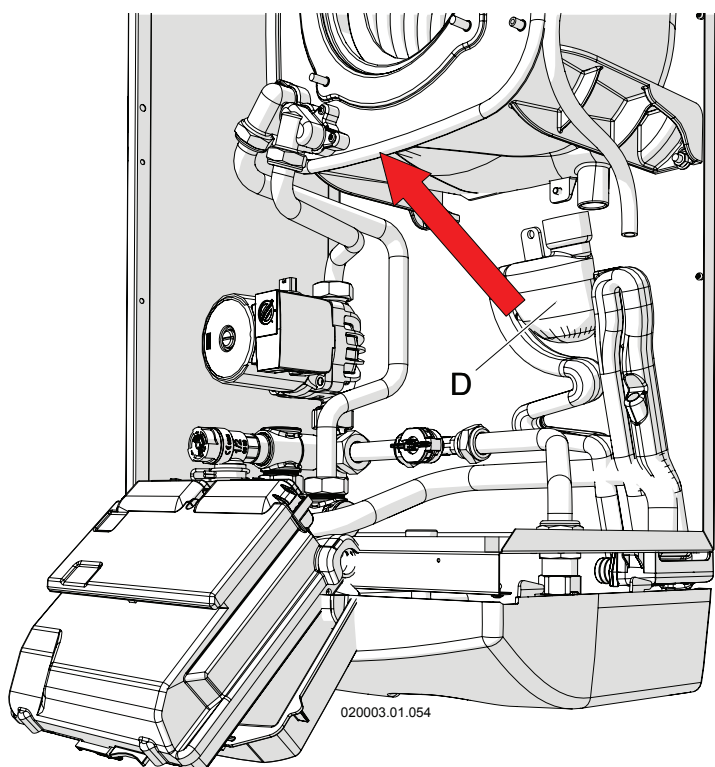

Figure 8-7 - Démontage du siphon de collecte de la condensation
- 1.- Lorsque l'appareil est allumé, ouvrir un robinet d'eau chaude sanitaire au maximum afin que le brûleur se mette au maximum de sa puissance et que le niveau du liquide présent à l'intérieur du réservoir de siphon « D » (voir Figure 8-7) s'abaisse;
- 7.- Extraire vers l'extérieur le siphon (voir la Figure 8-7) en faisant attention à déconnecter les conduits de collecte de l'eau provenant du haut de l'appareil et du purgeur d'air;